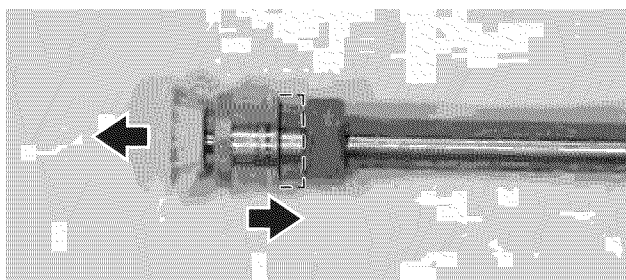

Figura 38 – Extracción de punta del atomizador
3. Extraiga la punta del atomizador desde el extremo de la extensión de la boquilla (ver Figura 38).